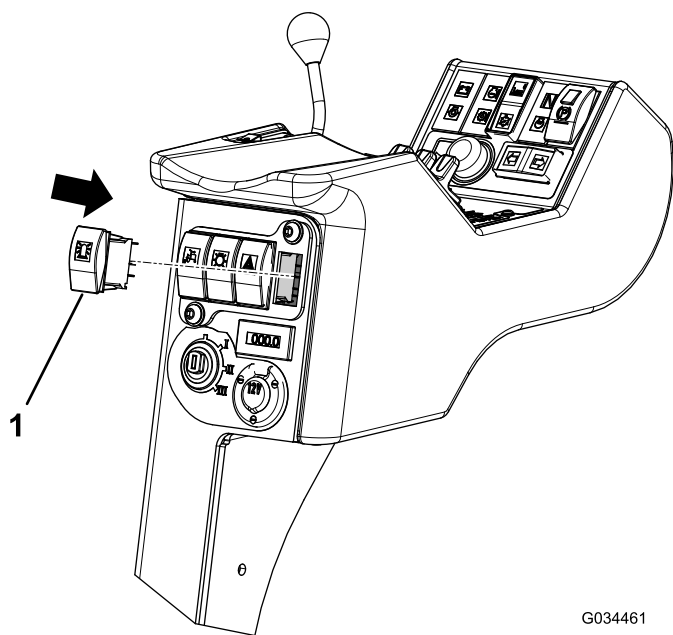

Figura 9
3. Premete l'interruttore nell'alloggiamento fino a quando non scatta in posizione (Figura 9).